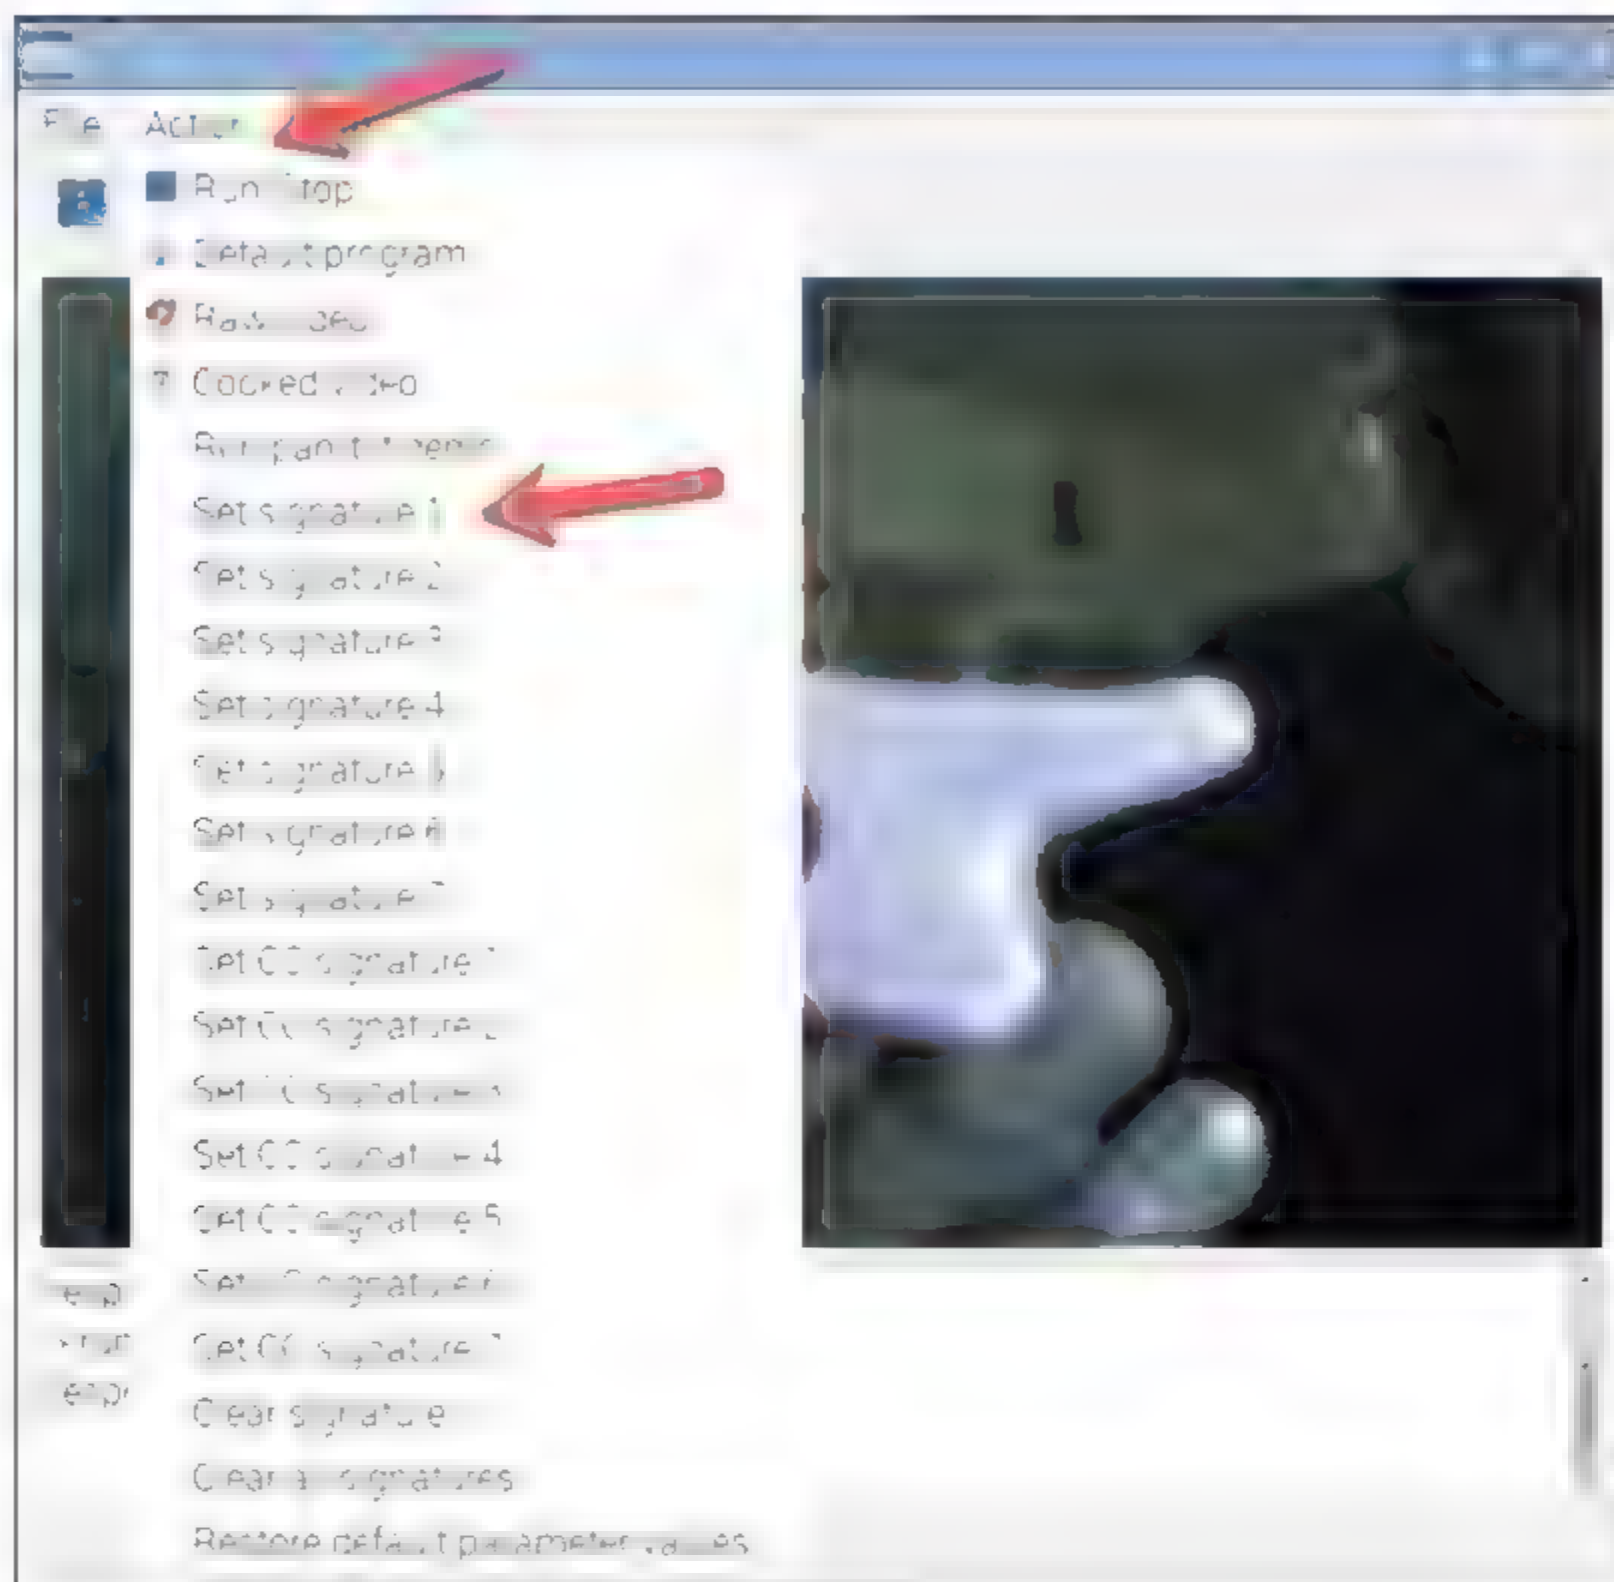

图 3-20
(2) 在摄像头前展示目标物体，然后在 PixyMon 中选择菜单 Action | Set signature 1，如图 3-20 所示。